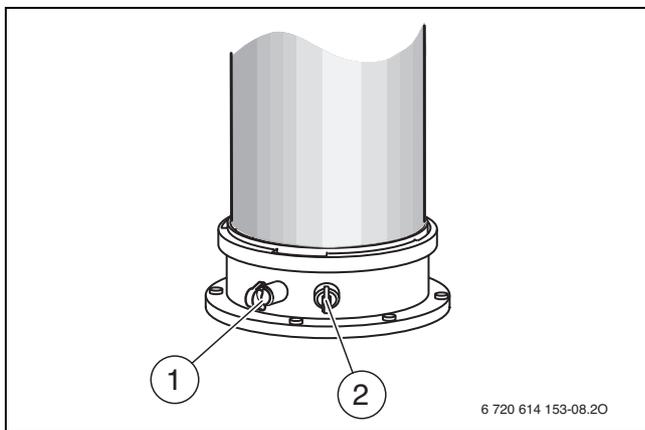

Bild 114 Abgasmessstutzen und Verbrennungsluft-Messstutzen
- ▶ Stopfen am Verbrennungsluft-Messstutzen (→ Bild 114, [2]) entfernen.
- ▶ Stopfen am Abgasmessstutzen (→ Bild 114, [1]) entfernen.